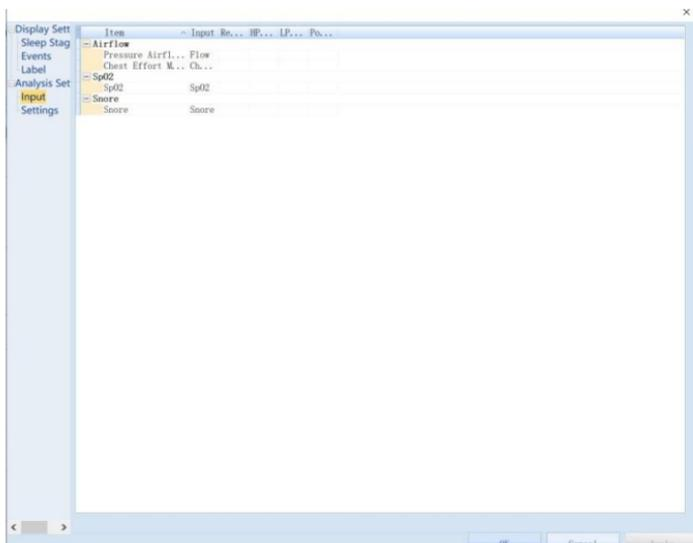

Figura 2-47
- La entrada incluye el flujo de aire SpO₂ Ronquidos, como se muestra en la Figura 2-47.